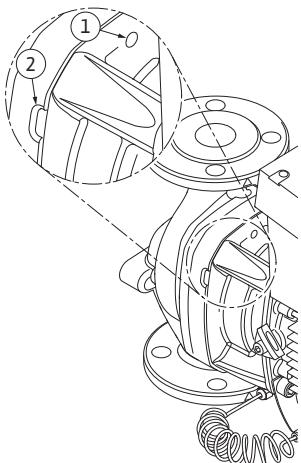

Fig. 53: Gjengehull og spor for å trykke av motor-løpehjulsenhet fra pumpehuset
13. Trykk av motor-løpehjulsenhet (se Fig. 13) fra pumpehuset. Til dette lønner det seg å bruke to gjengehull (Fig. 53, pos. 1), fremfor alt for å løsne setet. Skru inn skruer som er egnet til å løsne setet, inn i gjengehullene. Hvis motor-løpehjulsenhet går lett, kan man i tillegg bruke spor (Fig. 53, pos. 2) mellom pumpehus og lanterne for å trykke av (plasser f.eks. to skrutrekkere til dette, og bruk dem som spaker). Etter at den har blitt trykket ut ca. 15 mm, føres ikke motor-løpehjulsenhet lenger i pumpehuset.